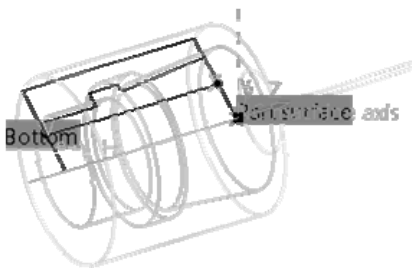

图 6-106 刀具路径轨迹（7）
- 单击“Drilling.1”对话框中的 Tool Path Replay 按钮，弹出“Drilling.1”对话框，同时在图形区显示刀具路径轨迹（7）如图 6-106 所示。